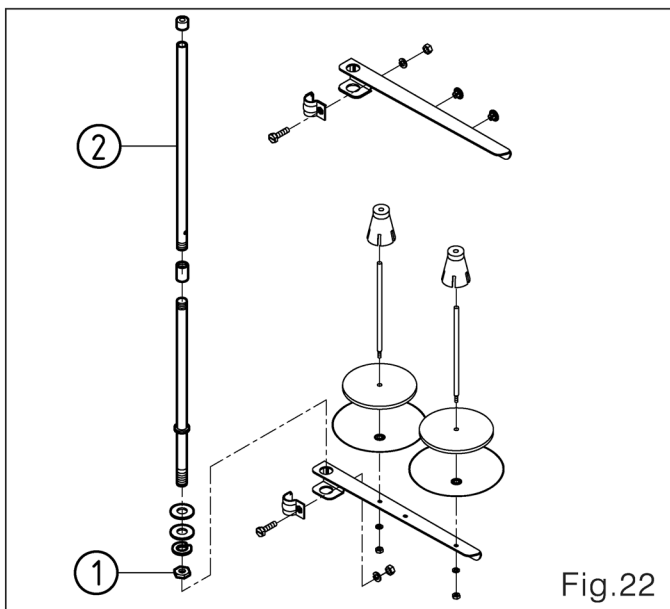

Fig.22
13. Instale a estante portafios (Fig. 22)